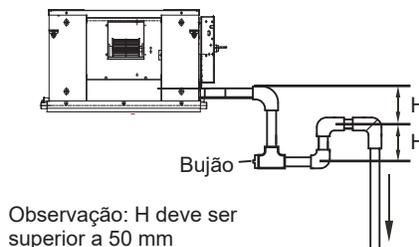

Figura 19. Esquema do cotovelo de armazenamento de água
- (1) Para um duto de descarga de água conectado à bandeja de drenagem principal na unidade interna, a tubulação de descarga de água deve incluir um cotovelo de armazenamento de água para impedir que a pressão de carga acumule causando drenagem de água insuficiente, vazamentos de água ou que a água seja descarregada pelo duto de saída de ar quando a unidade interna estiver em funcionamento.
- (2) Em um cenário em que a unidade interna funciona continuamente por longos períodos (48 horas ou mais), em operação contínua ou onde a umidade relativa do ar é de 85% ou mais, conecte a tubulação de descarga de água da bandeja de drenagem secundária à tubulação de descarga de água principal e, depois, instale o cotovelo de armazenamento de água. Instale o cotovelo de armazenamento de água como mostrado na Figura 19. Instale de modo que seja fácil limpá-lo.